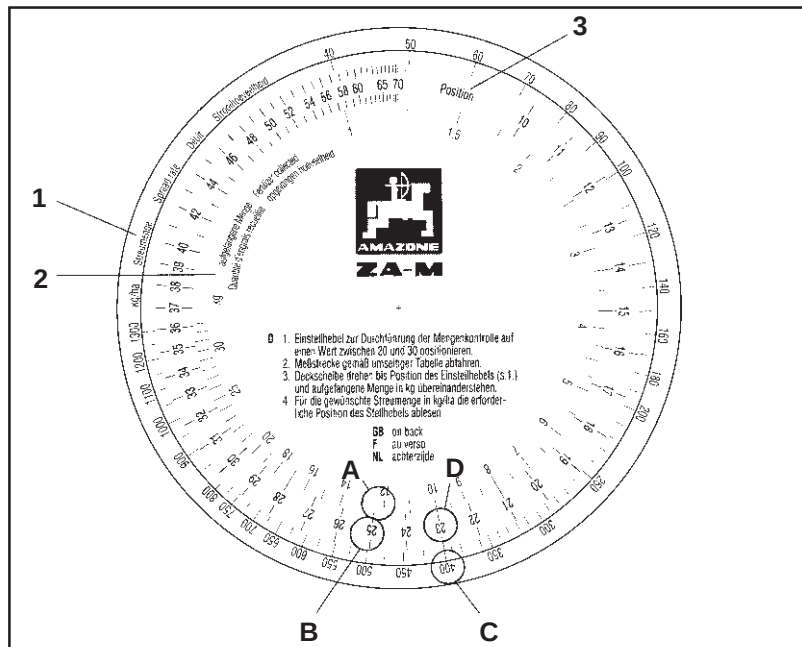

Fig. 7.9
- Ta regneskiven i hånden. Finn oppsamlet mengde [kg] tallverdi "12,5" (Fig. 7.9/A) på skala (Fig. 7.9/2) og still den overfor den valgte spjeldinnstilling (posisjon) "25" (Fig. 7.9/B) på farveskalaen (Fig. 7.9/3).
- Finn ønsket spredemengde (400 kg/ha) (Fig. 7.9/C) på skalaen for spredemengde (Fig. 7.9/1) og les av nødvendig spjeldinnstilling (posisjon) «23» (Fig. 7.9/D).